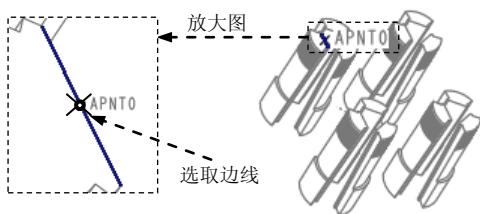
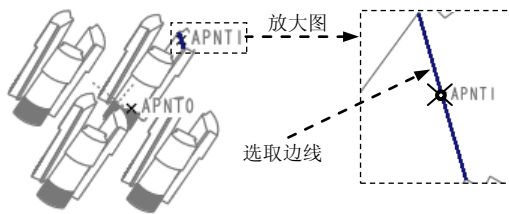

图 25.35 基准点 APNT0
图 25.36 基准点 APNT1
Step1. 创建图 25.35 所示的基准点 APNT0。
- (1) 单击 **模具** 功能选项卡 **基准** ▾ 区域中的“创建基准点”按钮 。
- (2) 选取图 25.35 所示的边线。
- (3) 在“基准点”对话框中，先选择基准点的定位方式 **比率**，然后在左边的文本框中输入基准点的定位数值（比率系数）0.5。
Step2. 创建图 25.36 所示的基准点 APNT1。